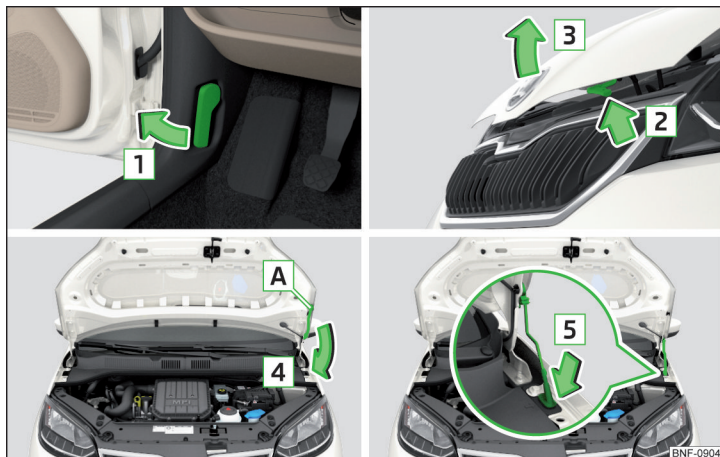

Fig. 138 Deschiderea capotei
- Deschideți portiera din față și trageți de maneta de deblocare aflată sub planșa de bord în sensul săgeții **1** » fig. 138.